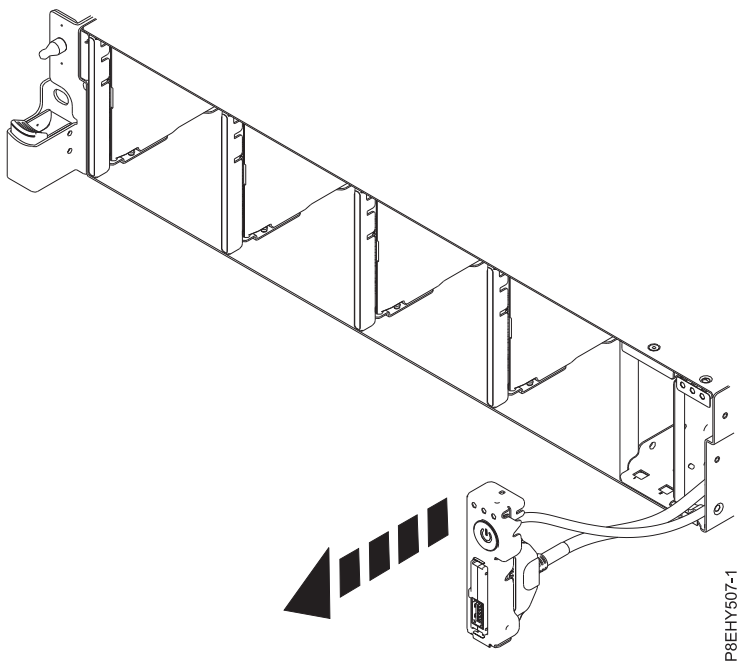

Figura 68. Cómo tirar del interruptor de alimentación y cable
9. Tire del interruptor de alimentación del sistema. Consulte la Figura 68.